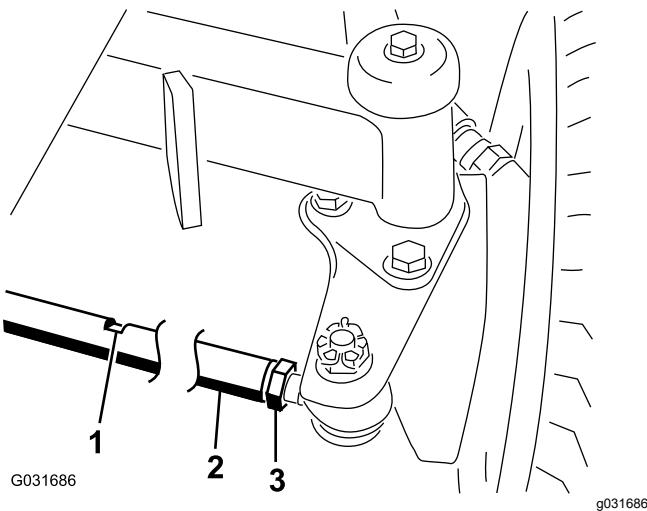

Bild 62
2. Lösen Sie die Klemmmutter an jedem Ende der Spurstange (Bild 62).